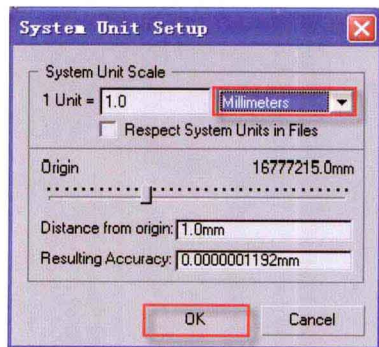

图1-2
② 设置好显示单位之后, 同时也需要将系统单位与显示单位统一, 在Units Setup (单位设置) 面板中, 单击System Unit Setup (系统单位设置) 按钮, 弹出System Unit Setup (系统单位设置) 对话框, 将System Unit Scale (系统单位比例) 设置为Millimeters (mm), 如图1-2所示。